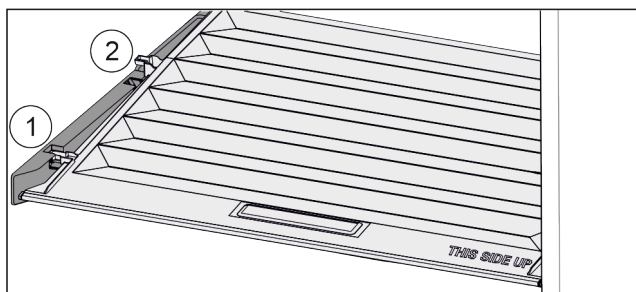

Fig. 150
- ▶ Trekk dekselet til åpningen i holdedelene fremover Fig. 150 (1).
- ▶ Løft ut nede bak og ta opp og ut Fig. 150 (2).